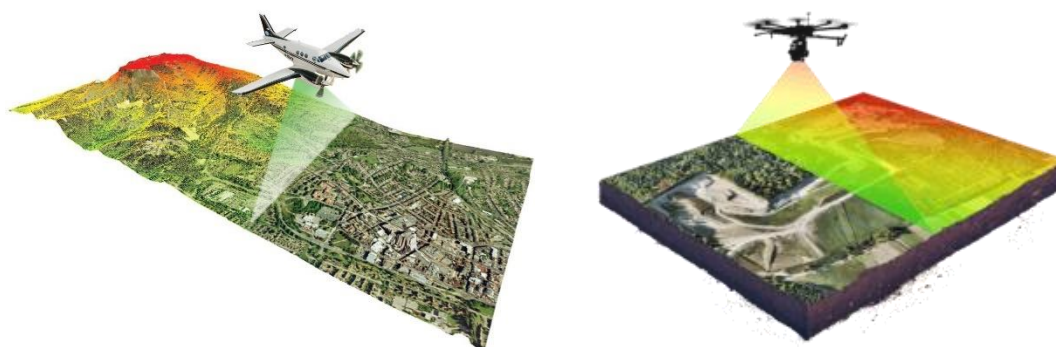

Figura 3. Scansione laser 3D aerea
- Laser Scanner aereo (ALS) (Figura 3)